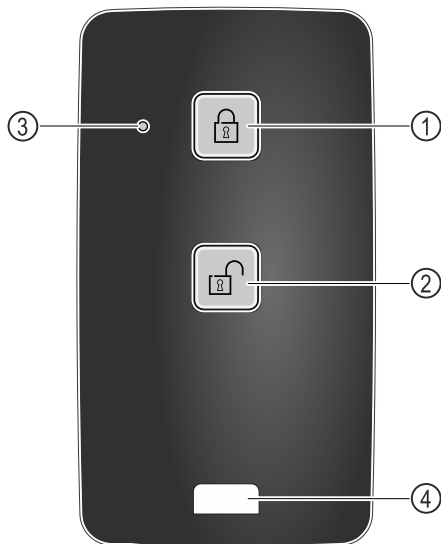

Fig. 245
- ▶ Appuyer sur la touche Fig. 245 (1) de la télécommande.
- ▶ Appuyer sur la touche Fig. 245 (2) de la télécommande.
- ▶ La LED d'état Fig. 245 (3) émet un signal visuel lorsqu'on appuie sur une touche.
- ▶ Cœillet Fig. 245 (4) pour attacher la télécommande, par exemple à un trousseau de clés.